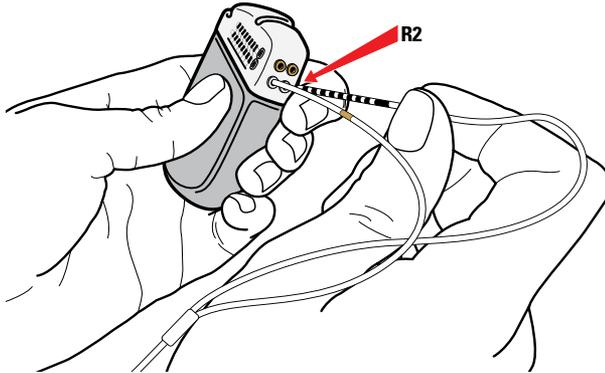

Figure 40. Connexion au port R2 du GII
- a. Pour l'extension de sonde divisée en deux (DB-3128) : connecter l'extrémité de l'extension sans bande de marquage au port marqué R2 (Figure 40).